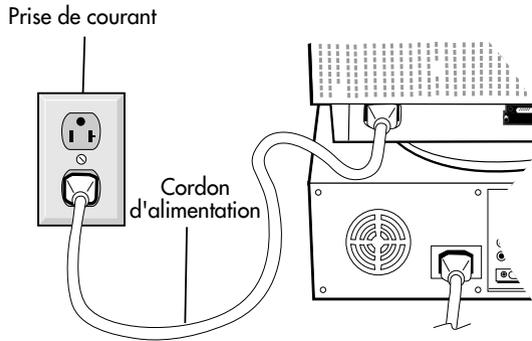

Figure C.1
5. Connecter une extrémité du cordon d'alimentation au moniteur MultiSync A900 et l'autre extrémité à la prise de courant (Figure C.1).